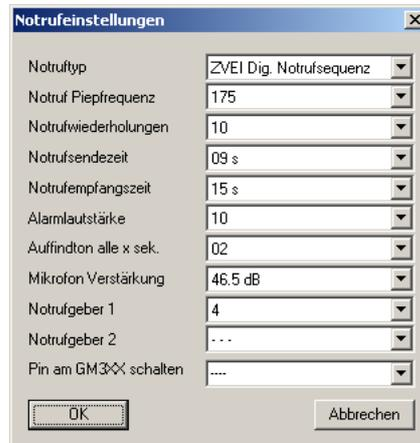

Abb. 8-3 Beispiel 1: Notrufeinstellungen
- Fenster **Notrufeinstellungen**: Der Notruf bekommt den **Typ ZVEI Dig. Notrufsequenz** und ihm wird der **Geber 4** zugeordnet (vgl. Abb. 8-3 „Beispiel 1: Notrufeinstellungen“ ab Seite 53).